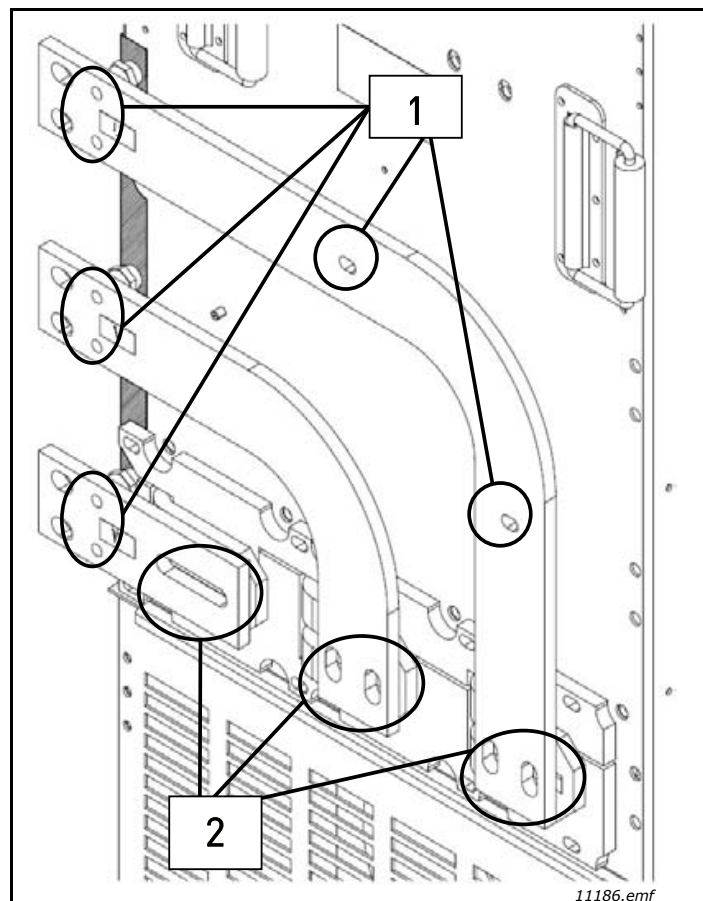

图 27. 左侧连接
5. 如图 27 所示放置总线。
6. 关闭图 27 中编号为 2 的紧固件。
7. 关闭图 27 中编号为 1 的紧固件。